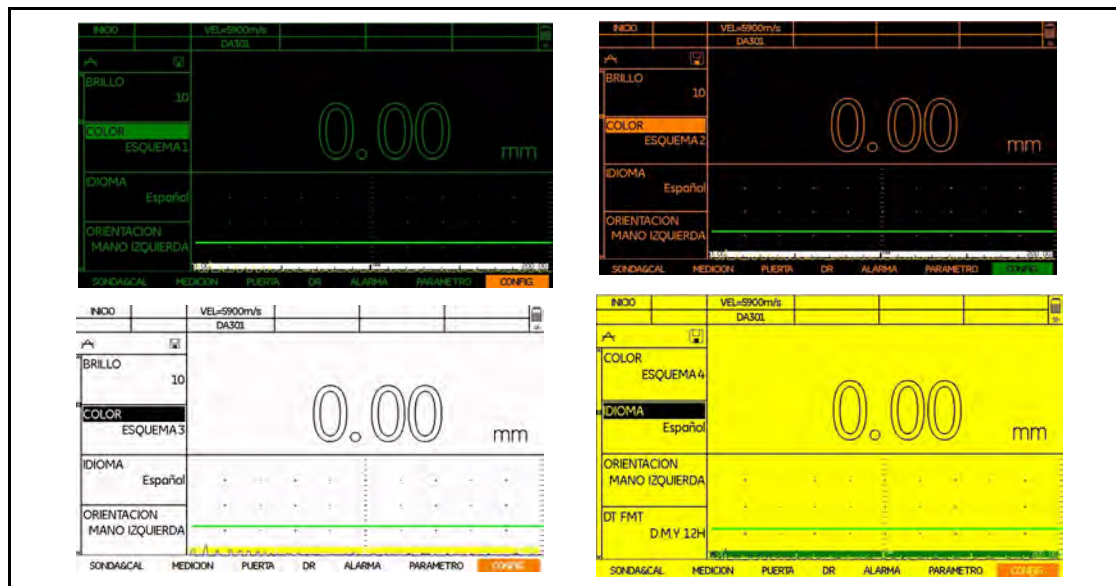

Figura 9: Esquemas de color disponible en el DMS Go
3. Para cambiar el esquema de color de la pantalla, mueva el joystick para desplazarse hasta el esquema deseado. (En la Figura 9 de la página siguiente se muestran los esquemas de color).